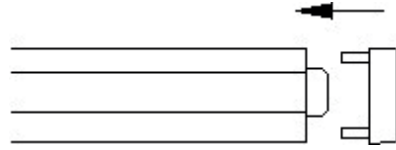

Abb. 23: Anbringen der Abdeckkappe
- » Nach erfolgreicher Montage der Zugbänder, Abdeckkappe auf die Schiene anbringen (Abb. 23).